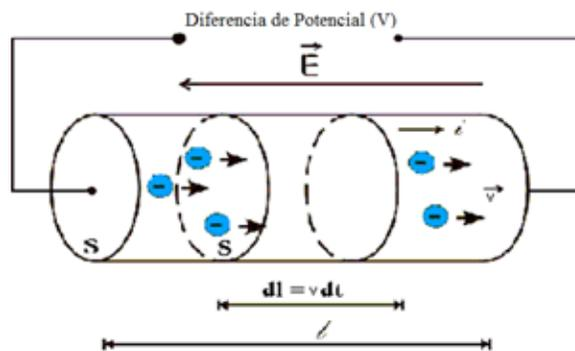

Figura 4.1 Hilo conductor
Se recordará que un conductor es un material en cuyo interior hay electrones libres que se mueven por la fuerza ejercida sobre ellas por un campo eléctrico. El movimiento de las cargas constituye una corriente. Si deseamos que circule una corriente permanente en un conductor, se debe mantener continuamente un campo o un gradiente de potencial eléctrico dentro de él. Consideremos la figura 4.1: si hay “ n ” electrones libres por unidad de volumen, la carga total (dq) que atraviesa el área (s) en el tiempo (dt) y con una velocidad (v) es:
donde para el hilo conductor de la figura 4.1, y de la ecuación de densidad de corriente eléctrica (J) tenemos $V = \frac{l}{\sigma s} i$, o bien $V = \frac{\rho l}{s} i$,